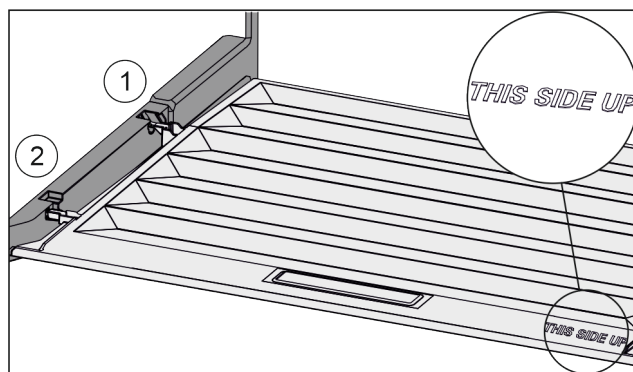

Fig. 69
- ▶ Výstupky víka zaveďte do zadních držáků Fig. 69 (1) a vpředu zaklesněte do držáku Fig. 69 (2).